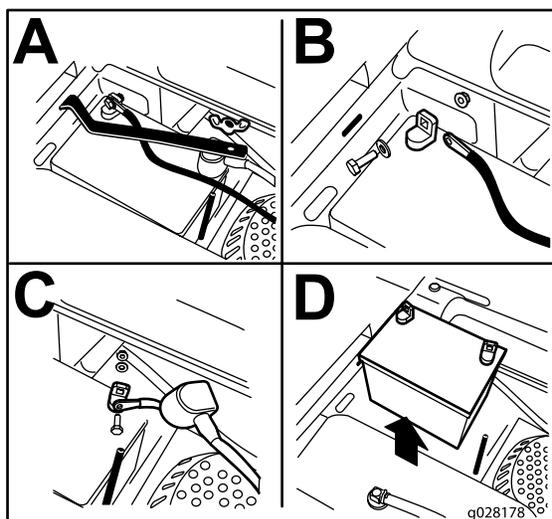

Figure 44
3. Retirez l'écrou à oreilles qui fixe la barrette de maintien de la batterie (Figure 44).
4. Déposez la barrette de maintien (Figure 44).
5. Débranchez le câble négatif (noir) de la batterie de la borne négative (-) (noire) de la batterie (Figure 44).
6. Enlevez le capuchon rouge de la borne positive (rouge) de la batterie et débranchez le câble positif (+)(rouge) (Figure 44).
1. Placez la batterie dans son support en tournant les bornes à l'opposé du réservoir de carburant (Figure 44).
4. Fixez les câbles avec 2 boulons, 2 rondelles et 2 contre-écrous (Figure 44).
6. Reposez la barrette de maintien et fixez-la avec l'écrou à oreilles (Figure 44).